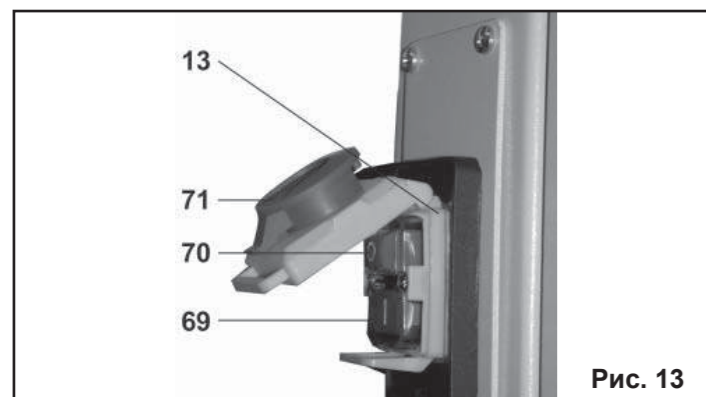

Рис. 13
10.2.2. Нажмите и сдвиньте вверх по стрелке красную крышку (71) магнитного пускателя (13), Рис.13.
10.2.3. Включение станка производится нажатием на зелёную кнопку (69). Скорость шпинделя постепенно повысится до максимальных оборотов, Рис. 13.